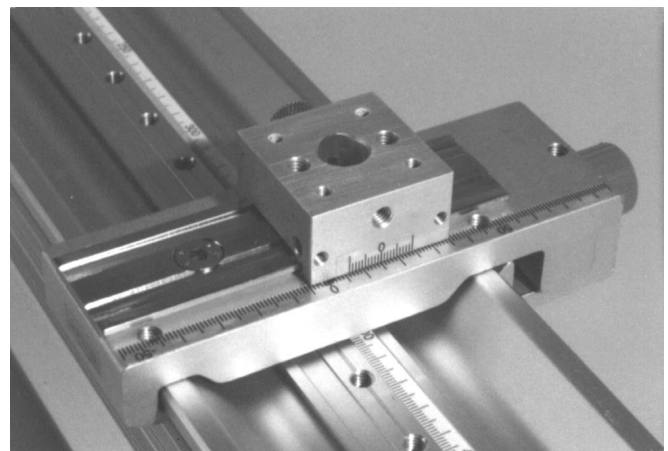

Abbildung 9
- Für einen Quertranslator mit einfacher Montage auf Standardreiter (Abb. 9)